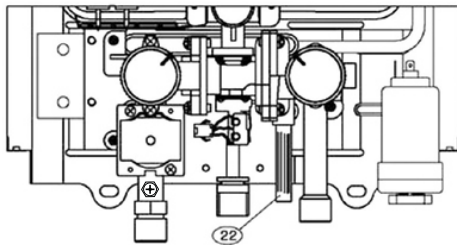

рис. 12
- Отвинтите сливную пробку (22) (рис. 12).